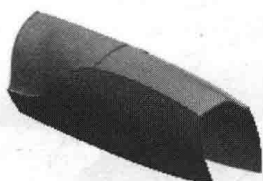
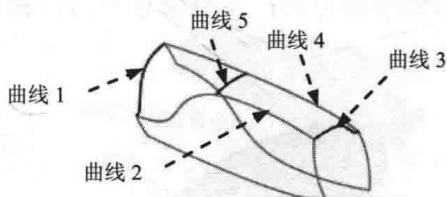

图 1.26 绘制 ISDX 曲面
图 1.27 编辑 ISDX 曲线
(10) 绘制图 1.26 所示的曲面。单击“曲面”按钮, 在“首要”区域中依次选取图 1.27 所示的曲线 1、曲线 2、曲线 3 和曲线 4 为主曲线; 在“内部”区域中选取曲线 5 为内部曲线; 单击操控板中的“完成”按钮, 完成类型 1 的创建。单击“确定”按钮, 退出 ISDX 环境。